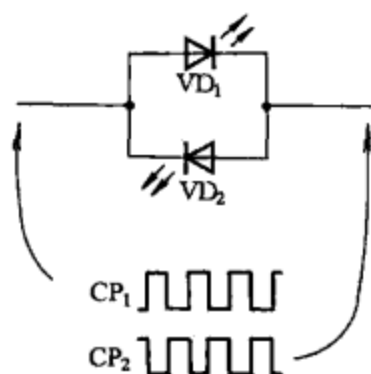

图 3-48
(3) 可以用脉冲驱动的方式使双色发光二极管发出其他颜色的光。如图 3-48 所示,在双色发光二极管左右两端分别接入互为反相的脉冲电压 CP_1 和 CP_2 。只要 CP 频率足够高,当 CP_1 和 CP_2 占空比相同时,双色发光二极管发橙色光;当 CP_1